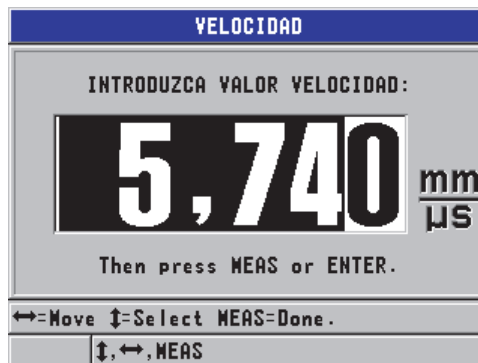

Figura 5-9 Introducción de la velocidad de sonido conocida del material
2. En la pantalla **VELOCIDAD** (véase la Figura 5-9 en la página 72), utilice las teclas de dirección para modificar el valor conocido de la velocidad del sonido.